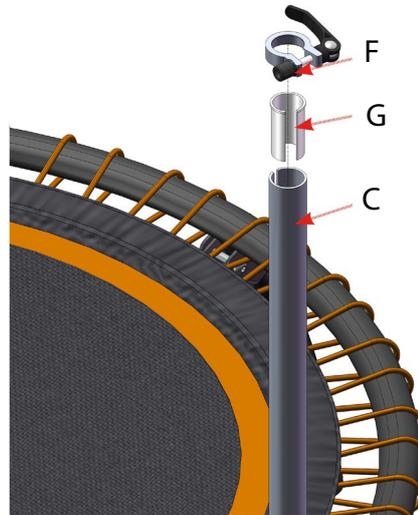

Abb. 9
Führen Sie den Abstandshalter (G) in das Halterohr (C) ein und bringen Sie den Schnellspanner (F) am Halterohr (C) an (siehe Abb. 9).